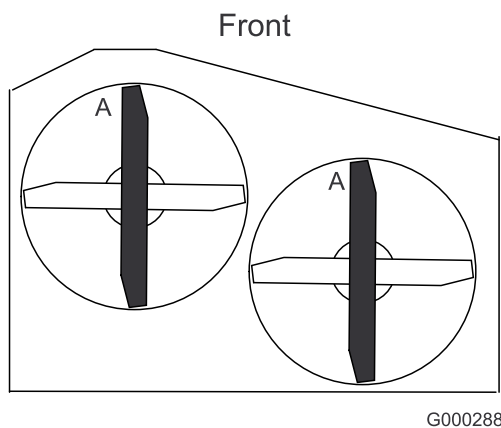

Figura 50
3. Girate le lame fino a disporle in parallelo con la lunghezza della macchina. Misurate da un piano orizzontale fino al tagliente delle lame, posizione **A** (Figura 50).